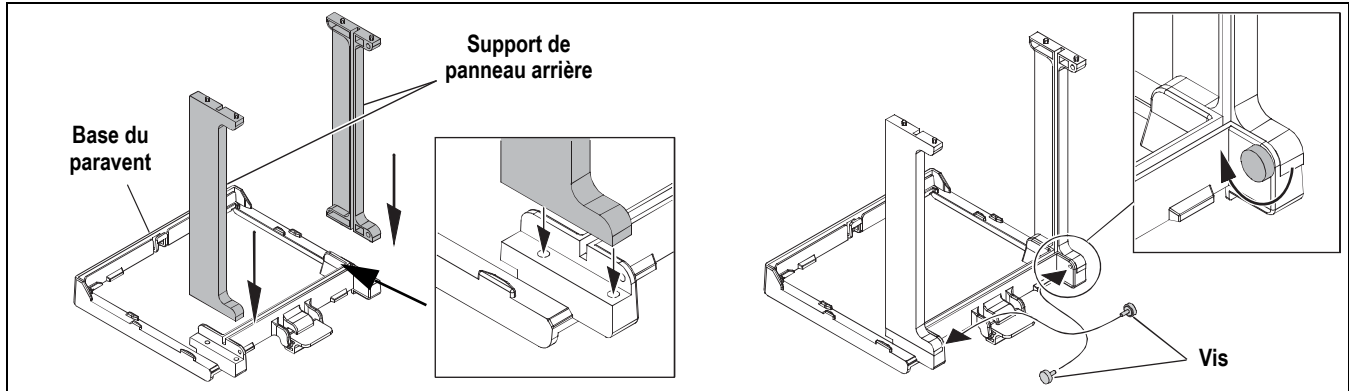

Figure 2-8. Poser les supports de panneau arrière
2. Insérer l'un des supports du panneau arrière dans le cadre inférieur, comme illustré à la Figure 2-8. S'assurer que le côté plat est vers l'extérieur.